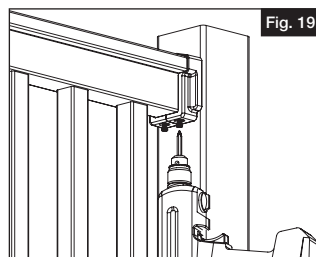

Fig. 19
- d. Mientras aprieta fuertemente la cubierta del soporte para cerrarla, taladre con una broca de  $\frac{5}{32}$ " a través de los dos agujeros de abajo. A continuación, introduzca dos tornillos cuadrados #10 de 1" a través de la cubierta, el soporte metálico y el travesaño superior (Fig. 19).